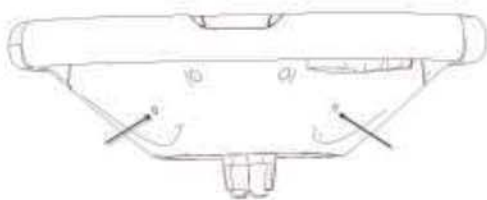

图 4-3
①对齐转向盘两侧的小圆孔，使用小一字起推动内部弹簧，松开 DAB。如图 4-3 所示。